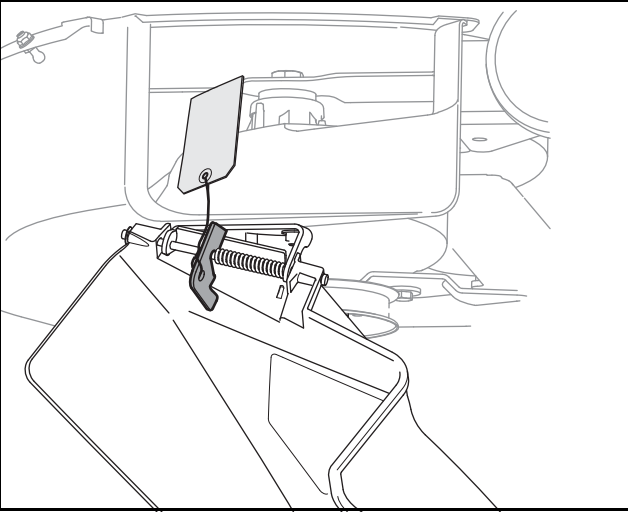

Figure 5
- Repérez le support de la goulotte d'éjection et son étiquette d'avertissement sur la droite du plateau de coupe, entre la goulotte d'éjection et le plateau de coupe. Voir la Figure 5.